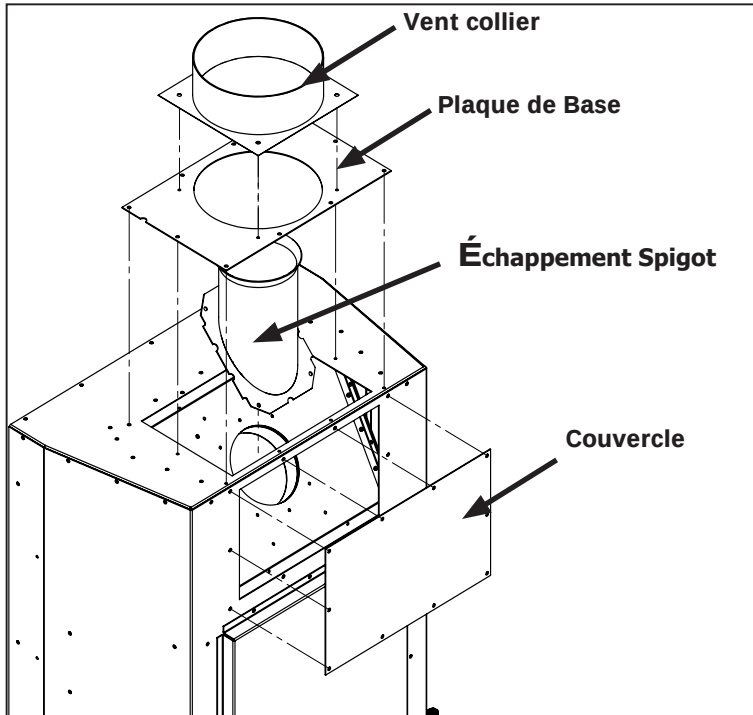

Figure 23. Vent Conversion - Étape 1
Étape 1: Avec un tournevis T20 enlever le col de ventilation, la plaque de base, couvercle et robinet d'échappement (28 vis au total) comme le montre la Figure 23.